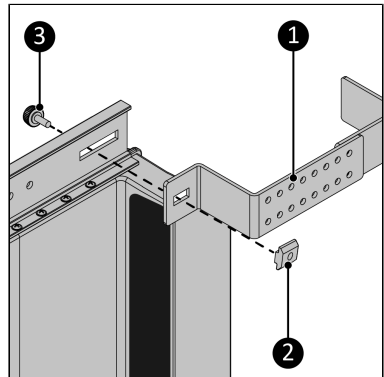

Abbildung 149.
- Schrauben Sie die Halterung (Abbildung 149, Pos. 1) mit der Knopfschraube (Abbildung 149, Pos. 3) an der Hauptschiene in der vorderen Position fest. Stellen Sie sicher, dass Sie die Knopfschraube mit der Gleitmutter verbinden (Abbildung 149, Pos. 2).